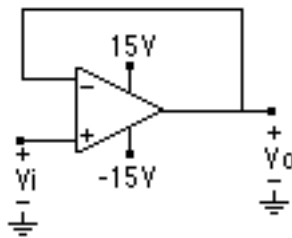

Figura 1.2.- Seguidor de voltaje
9.- La configuración mostrada en la Figura 1.2 es un seguidor de voltaje, alimentado con fuentes de $\pm 15V$. Simule el circuito en SPICE para obtener una gráfica de las señales de entrada y salida en función del tiempo cuando la señal de entrada es una onda sinusoidal de 1V, 10 kHz (análisis TRAN).